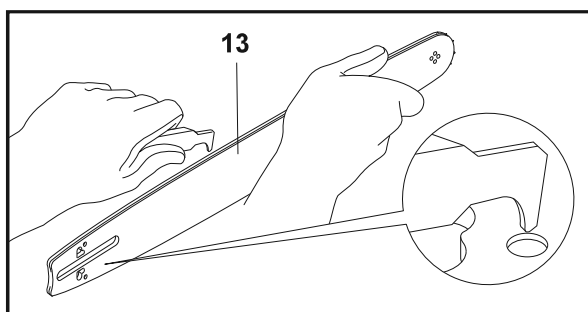

Fig. 37
3. Verifique a roda dentada de acionamento (11). Se estiver gasta ou danificada devido a sobrecarga, solicite a substituição junto de um técnico de assistência autorizado ou uma pessoa igualmente qualificada.
4. Limpe os resíduos das ranhuras da guia (13) utilizando uma chave de parafusos, uma espátula, uma escova de arame ou outra ferramenta semelhante. Isto irá manter as passagens de óleo abertas para fornecer a lubrificação adequada à guia (13) e à corrente (12) (Fig. 37).